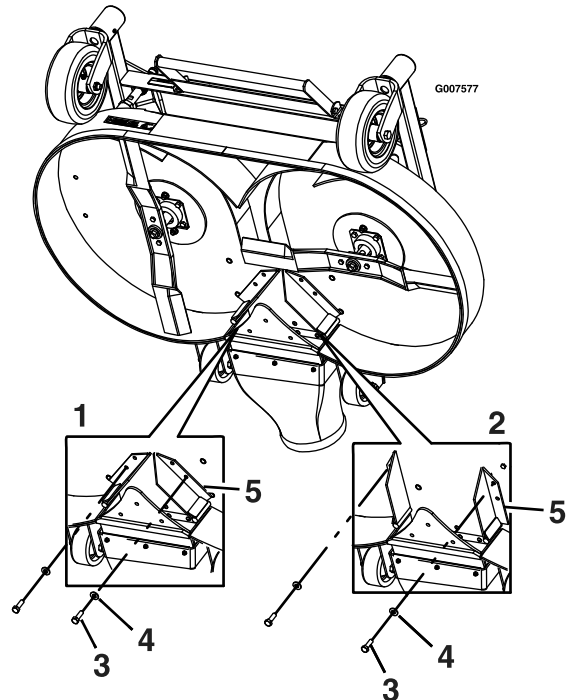

Figura 15
7. Retire el perno y la arandela en la parte delantera de cada deflector del sistema de reducción de llenado (Figura 15).